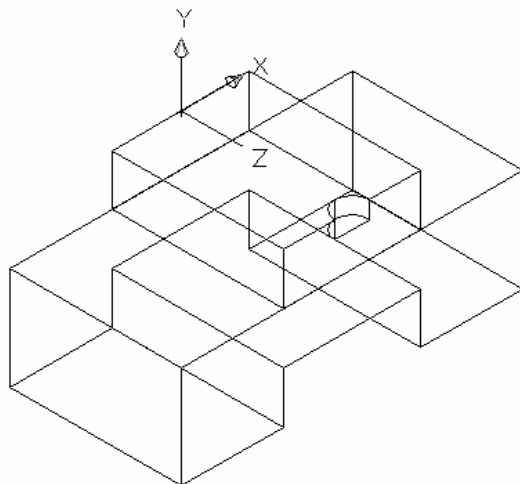

图 9-43
(10)选择【修改】/【实体编辑】/【差集】,如图 9-43 所示: